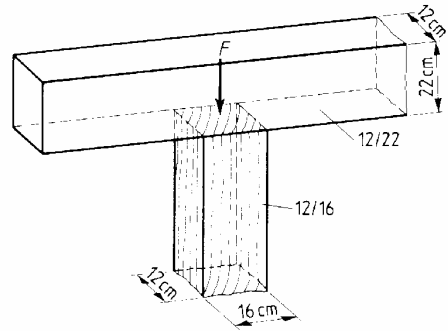

Bild 3.86 Pfosten
23. Der Pfosten in Bild 3.86 aus Nadelholz der Klasse S 13 wird mit 160,32 kN Druck belastet.